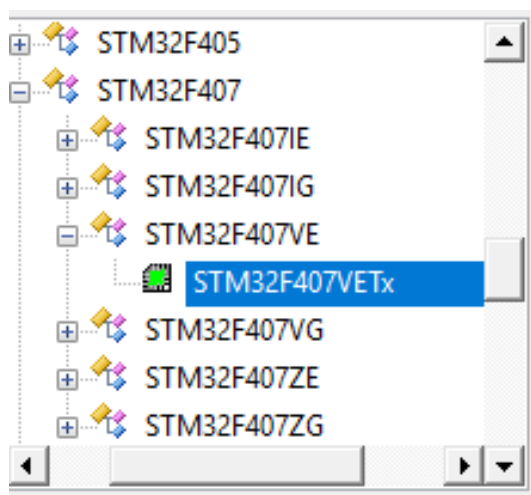

图 1.3 单片机型号选择
(3) 接下来会出现一个选择 CPU 的界面，就是选择我们的芯片型号。如图 1.3 所示，由于小车使用的单片机型号为 STM32F407vet6，因此，选择单片机型号为 STM32F407vet6（如果使用的是其他系列的芯片，选择相应的型号就可以了，特别注意：一定要安装对应的 器件 pack 才会显示这些内容!!）